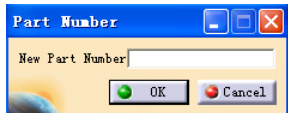

图 5-11
- Part number: 选中 Manual input 复选框，手工输入零件号。在插入新零件、新组件和新部件时，会出现对话框要求输入新的名称，如图 5-11 所示。